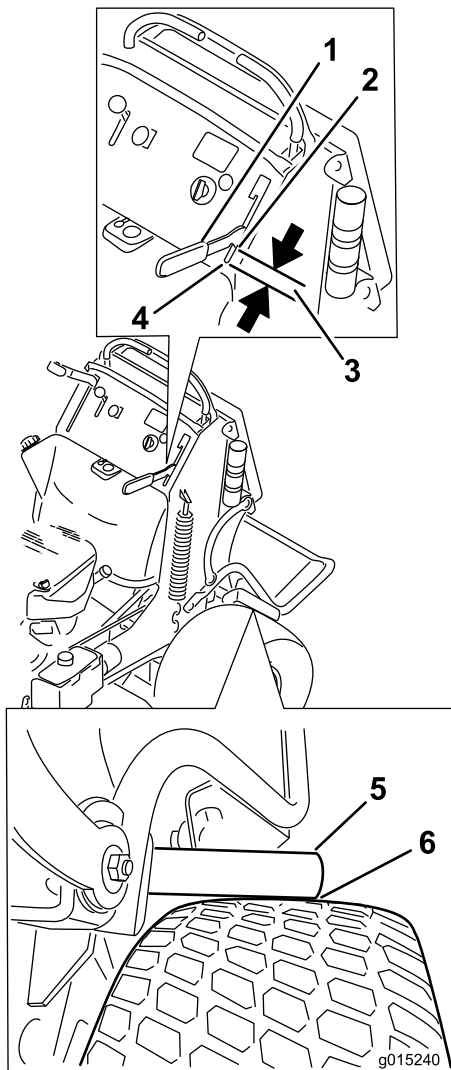

図 63
4. ブレーキレバーを操作して、ブレーキバーがタイヤに最初に接触するところで止める (図 63)。
5. ブレーキバーがタイヤに接触した状態で、コントロールパネルのハンドレバーのスロットの端からハンドレバーまでのすきまの大きさを測定する (図 63)。